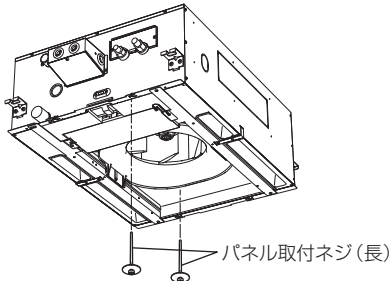
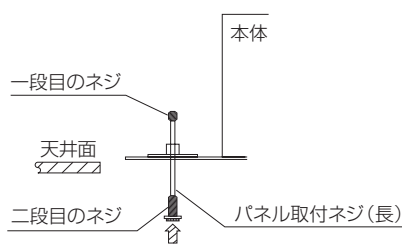
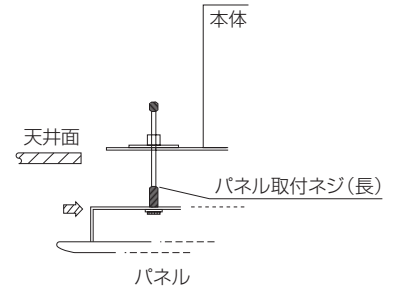
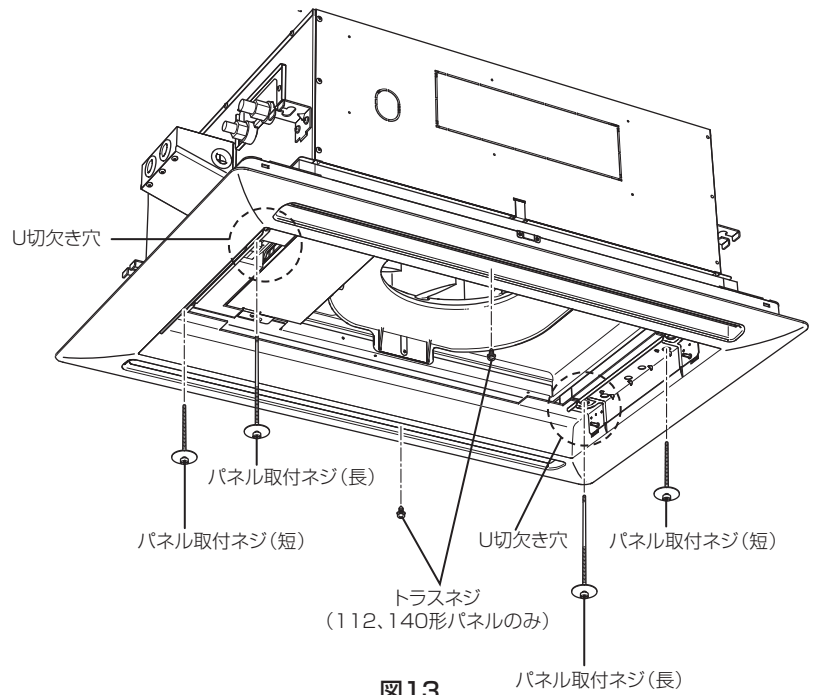

図5
図6
図7
図13
化粧パネルを取付ける前に、ユニット本体に付属のパネル取付ネジ（長）2本を図5の位置に対角で仮止めします。（図6のとおりパネル取付ネジ（長）の一段目のネジ部がユニット本体のナットを通り抜ける位置までねじ込みます。）次に化粧パネルを取付けますが、オートベーンのコネクター部が必ず配管側になるよう方向に注意してください。
方向を合わせたら仮止めしたパネル取付ネジ（長）にパネル本体吸込口部の切欠き穴を引掛けます。（図7）最初に反配管側、次に配管側を引掛けます。（図13）（配管側はパネル取付ネジ（長）を内側に押し引掛けると作業が楽に行えます）この状態でパネル本体は仮止めされますが、パネルを持ち上げたり、強く揺らすと外れることがありますので、パネル取付ネジ（短）2本で残りの2カ所を取付けてください。
2. 1が完了しましたら図6および図7で仮止めしていた取付ネジ（長）および（短）とトラスネジを締付けてください。（図13）